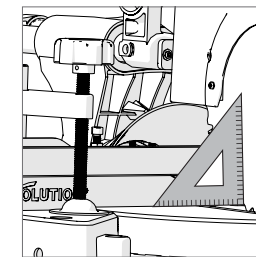

Fig. 13
- Posez l'équerre sur la table en plaçant un bord court contre la table et l'autre bord court contre la lame (en évitant les pointes TCT) (Fig. 13).